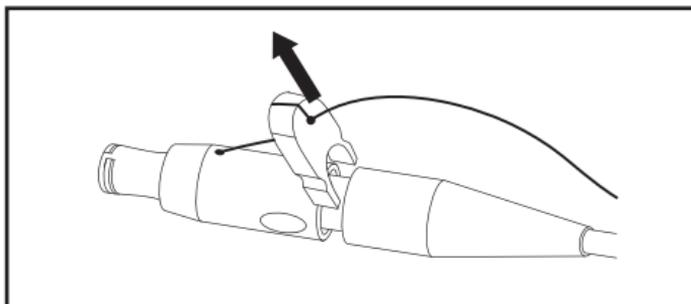

Figure 2. Retirer la languette de sureté
- Retirer la languette de sureté de l'embase de verrouillage. Voir la figure 2.